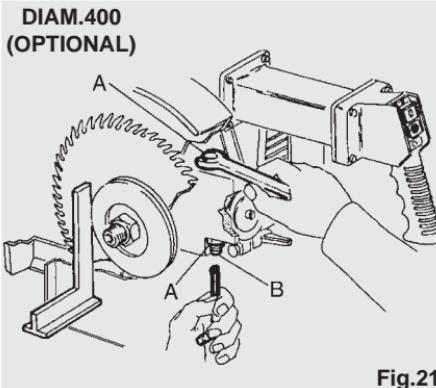

Fig.21
Controleer met een winkelhaak dat het blad perfect loodrecht op het werkvlak staat (zie fig. 21). Als dat niet zo is dan moet men met een open sleutel van 13 mm aan moer (A) draaien, voor boutje (B) heeft men een inbussleutel nodig. Draai de bovenste bout los terwijl men die aan de onderkant aandraait of omgekeerd, staat het zaagbad eenmaal recht dan moet men moer (A) aandraaien en de boutjes in hun positie vastzetten.